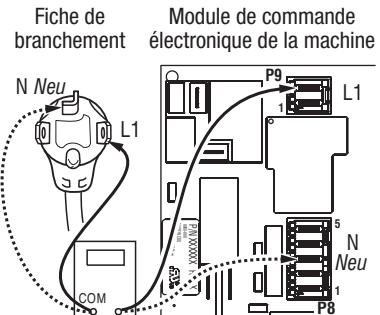

Figure 3. Liaison entre bornes et broches de branchement pour la sécheuse électrique.
4. Avec un ohmmètre, contrôler la continuité entre les broches L1 et N de la fiche de branchement du cordon d'alimentation et les bornes L1 et N du système de commande électronique de la machine. Voir figure 3.